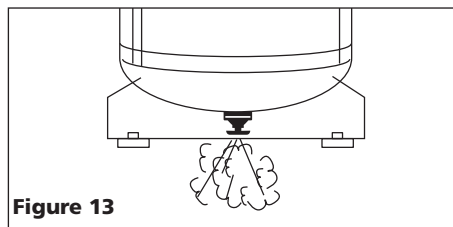

Figure 13
2. Purger le réservoir. Avec le compresseur hors circuit et la pression dissipée, purger l'humidité du réservoir en ouvrant le robinet de purge sous le réservoir. (voir la Figure 13).